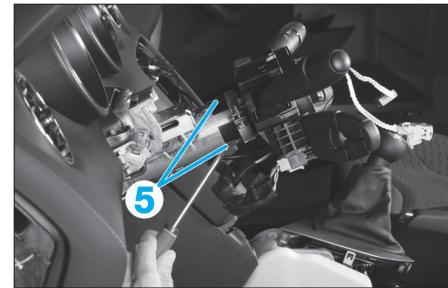

Fig. 6
- Ecartez les verrouillages (5) (Fig.6).